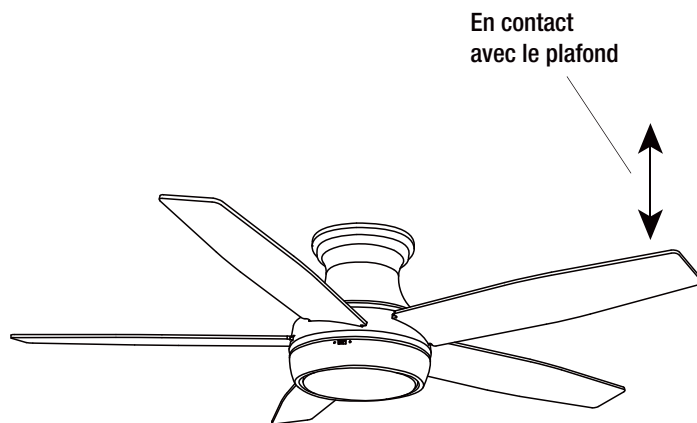

Figure 13
- La plupart des problèmes d'oscillation des ventilateurs sont causés par les différences de niveau des pales. Vérifier ce niveau en mesurant la distance entre l'extrémité d'une pale et le plafond, comme indiqué sur la figure 13.
Vacillement excessif.	□ S'assurer que les vis qui fixent la pale du ventilateur au moteur sont fixées et serrées. □ S'assurer que de la garniture et le support de montage sont bien serrés sur la solive du plafond. □ Vérifier en choisissant un point sur le plafond au-dessus de l'extrémité de l'une des pales. Mesurer cette distance et s'assurer que toutes les pales sont égales (voir Fig. 13).